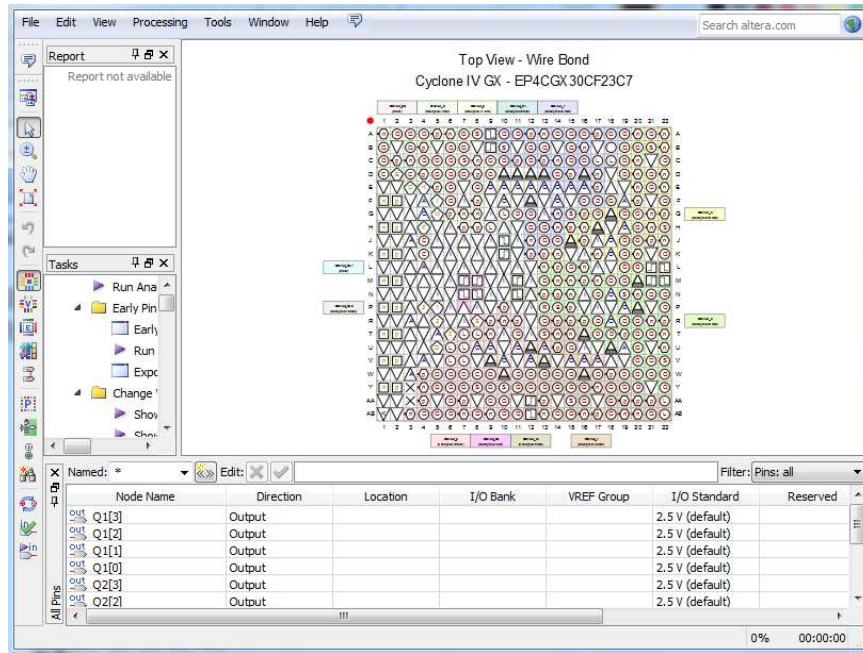

Figura.7. Pin Planner Editor
- Aparecerá la ventana que se muestra en la figura 7 y en la columna que dice “location” se deben anotar los pines que se asignará en el FPGA correspondiente a cada una de las salida y de las entradas del proyecto.